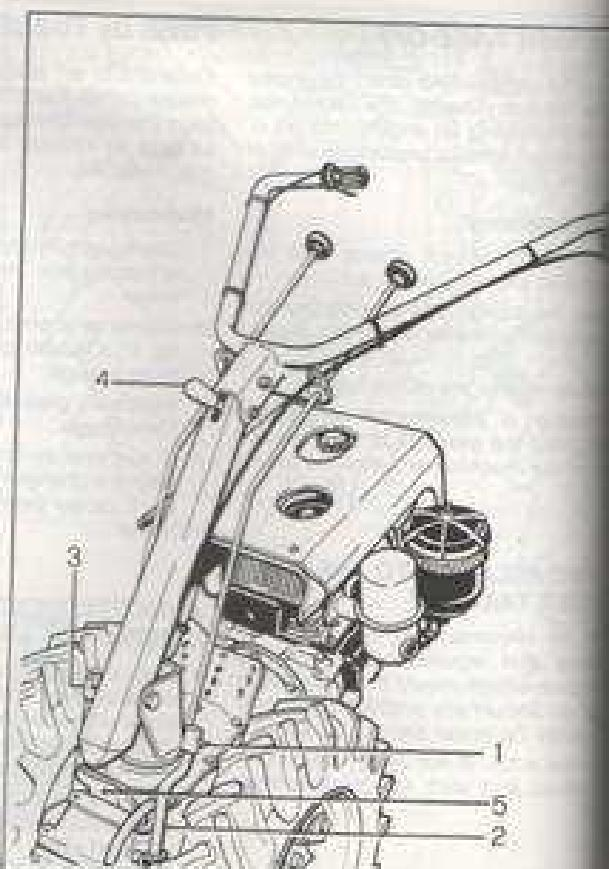

Fig. 8 - Bild 8
1. Rimuovere le spine di sicurezza a «R» (fig. 8; part. 1) che fissano l'asta comando marce (2) e l'asta comando p.d.p. (3).
2. Tirare la leva per lo sbloccaggio della stegola (4), abbassare completamente la stegola e ruotarla di 180° in senso orario.
3. A rotazione effettuata verificare che, rilasciando la leva (4), il polo di bloccaggio entri esattamente nel foro esistente sulla piastra di supporto (5).
4. Bloccare le asta di comando marce (2) e l'asta comando p.d.p. (3) alle rispettive leve con le spine di sicurezza a «Ra» (1).